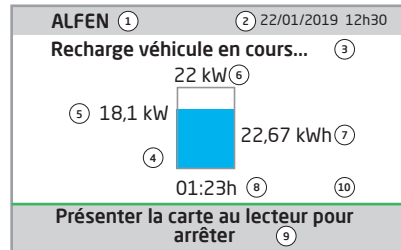

Figure 1 : Affichage de l'Eve Single Pro-line FR pendant la charge avec prise type 2
- ③ Informations d'état.
- ④ Témoin d'état (symboles, voir figure 1 et 2).
- ⑤ Puissance de recharge actuelle vers le véhicule connecté.
- ⑥ Capacité de charge maximale de la sortie.
- ⑦ Énergie actuellement consommée pendant la présente transaction.
- ⑧ Durée de la transaction en cours.